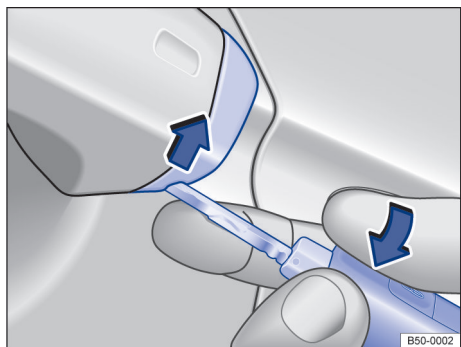

Fig. 60 Maçaneta da porta do condutor: alavancar a capa de cobertura para fora.
- Alavancar a capa de cobertura para fora, juntamente com a chave do veículo no sentido da seta → Fig. 60.